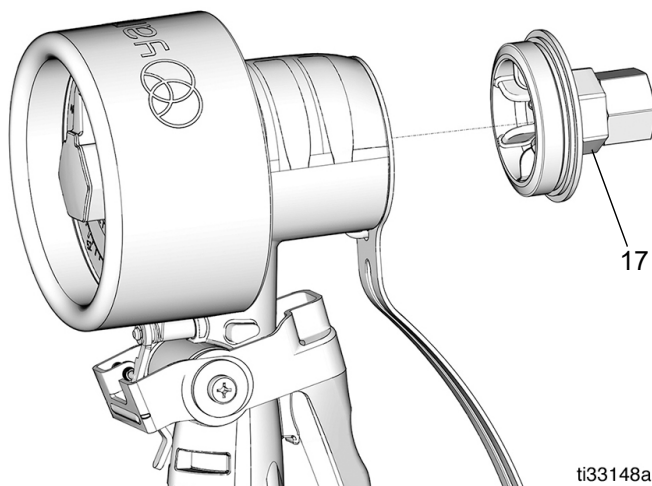

図 5
2. 液体遮断バルブ (L) を閉じてください。
3. メーターキャップ (17) を反時計回りに回してネジを緩め、メーターハウジングから取り外します (図 5)。